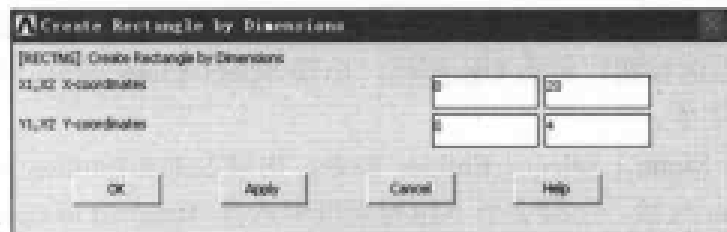

图 9-86 生成矩形面对话框
(1) 选择 Main Menu | Preprocessor | Modeling | Create | Areas | Rectangle | By Dimensions 命令, 出现 Create Rectangle by Dimensions 对话框, 参照图 9-86 对其进行输入, 单击 OK 按钮关闭该对话框。